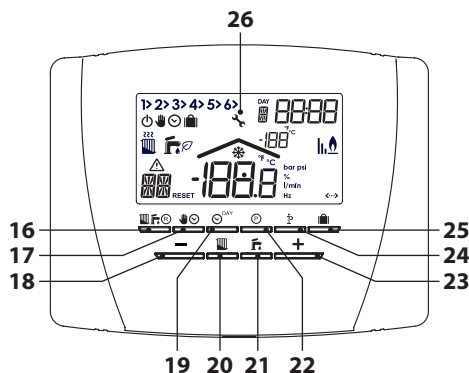
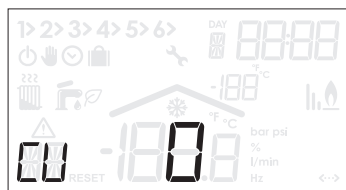

Figura 5.26
Figura 5.27
- Con remoto alimentato, premere per 10 secondi il tasto 24 (Figura 5.26) fino a far apparire sul display LCD le lettere **CU 0** (Figura 5.27).
- Premere il tasto 16 (Figura 5.26) per uscire.